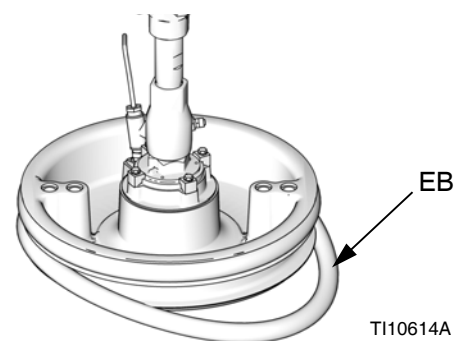

FIG. 20
1. Com uma ferramenta de madeira ou plástico para evitar danificar a escova (EB), limpe completamente o material das ranhuras do vedante.
2. *A partir do fundo*, incline uma escova (EB) na parte de trás do cilindro. Consulte a FIG. 20.
3. Introduza a escova (EB) na ranhura superior e coloque a frente da escova na ranhura.
4. Introduza uma segunda escova (EB) na ranhura superior e coloque a frente da escova na ranhura.